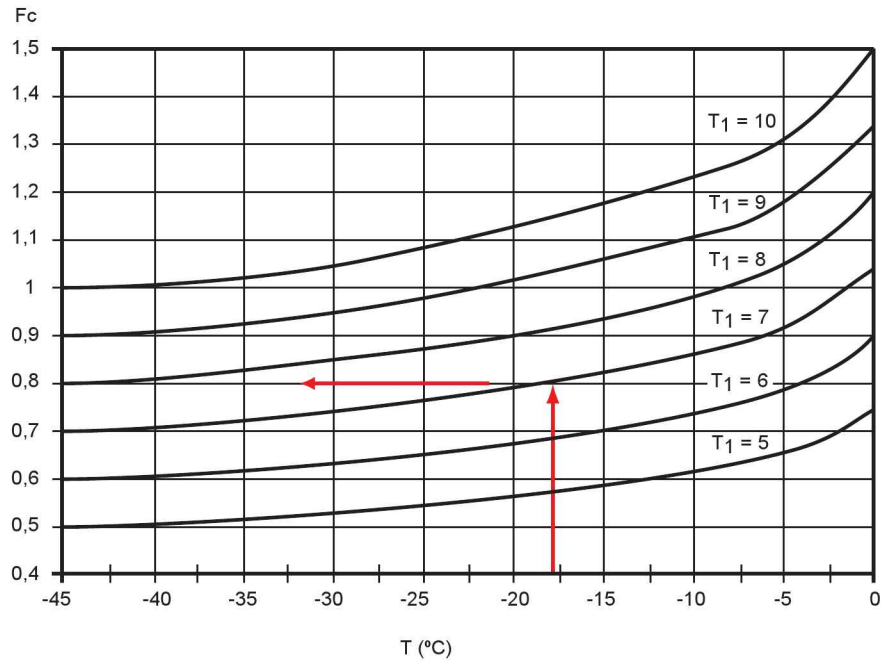

Figura 7.5. Gráfica de factor de corrección
Donde  $Q$  es la capacidad en condiciones dadas (kcal/h),  $Q_n$  es la capacidad nominal obtenida de tablas (kcal/h) y  $f$  es el factor de corrección (Figura 7.5.).
El factor de corrección depende de la temperatura de evaporación y del diferencial de temperaturas. Por ejemplo, fijándonos en la Figura 7.5., para una temperatura de evaporación de  $-18\text{ }^\circ\text{C}$  y una diferencia de temperaturas entre el espacio a climatizar y el evaporador de  $7\text{ }^\circ\text{C}$ , obtendremos un factor de corrección de 0,8.
- Utiliza para ello la gráfica de la Figura 7.5.
7.4. En una instalación, contamos con un evaporador de circulación forzada que trabaja con una  $T^a$  de evaporación de -25 °C, un  $\Delta T$  de 8 °C y tiene una capacidad de 4.000 kcal/h. Calcula su capacidad nominal para los dos supuestos siguientes: que el  $\Delta T$  sea de 10 °C y que sea de 6 °C. Utiliza para ello la gráfica de la Figura 7.5.
7.5. Si observas la gráfica de la Figura 7.5., al aumentar la diferencia de temperaturas entre la cámara y el evaporador, disminuye la potencia. Explica por qué ocurre esto.